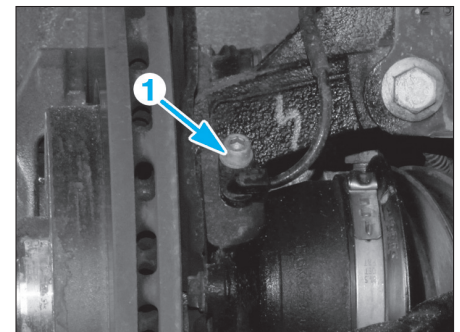

Fig. 32
- Dévisser la vis de fixation du capteur de vitesse de roue (1) (Fig.32).